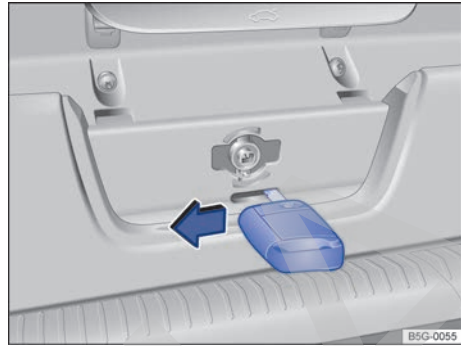

Fig. 202 En el maletero: desbloqueo del portón trasero.
- Introduzca el paletón en el orificio del portón trasero ⇒ fig. 202 y presione la palanca de desbloqueo en el sentido de la flecha. Al mismo tiempo empuje el portón hacia fuera hasta que se abra. <